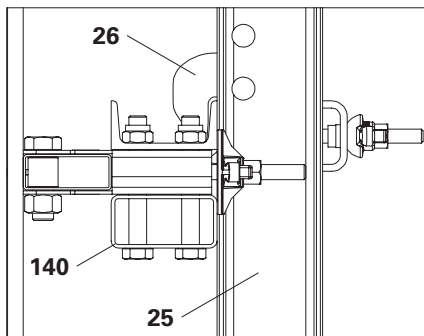

Fig. C1.05
6. Montare la staffa fissaggio corrente U 100 – U120 (**26**) e fissarla in posizione serrando il dado di sollevamento rapido. (Fig. C1.05 + C1.05a)
- Il profilo a U del corrente cassaforma 150 CB è rivolto verso l'alto? (Fig. C1.05 + C1.05a)